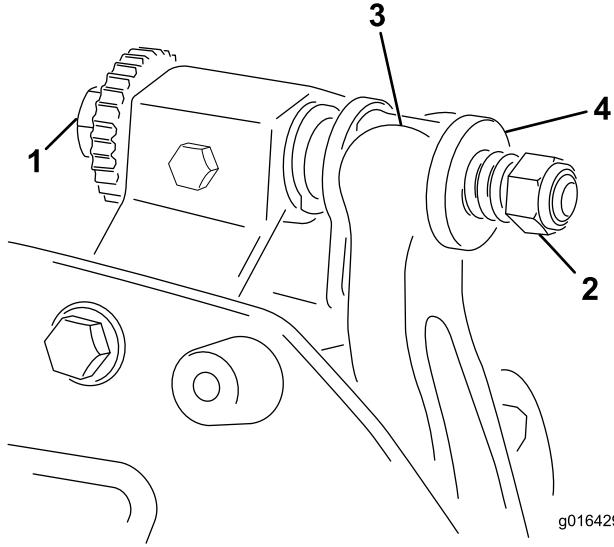

Figure 17
1. Tournez la vis de réglage de la barre d'appui dans le sens antihoraire pour éloigner la contre-lame du cylindre (Figure 17).
- Faites sortir l'écrou de tension du ressort jusqu'à ce que la rondelle ne soit plus tendue contre la barre d'appui (Figure 17).
- Montez l'ensemble barre d'appui/contre-lame en positionnant les languettes de montage entre les rondelles et la vis de réglage de la barre d'appui (Figure 17).